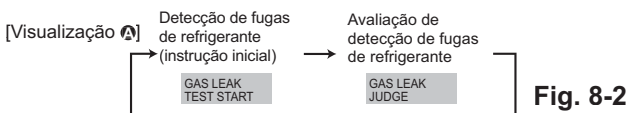

Fig. 8-2
2. Prima o botão **CLOCK** e seleccione [GAS LEAK TEST START] (Iniciar teste de fuga de gás). (Fig. 8-2)